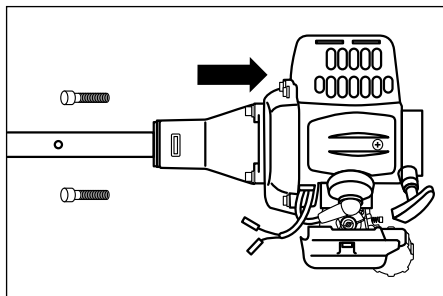

Рис. 6
5. Установите штангу в сборе на двигатель, используя четыре винта (рис. 6). При этом выходной вал редуктора и бензобак должны располагаться с одной стороны.